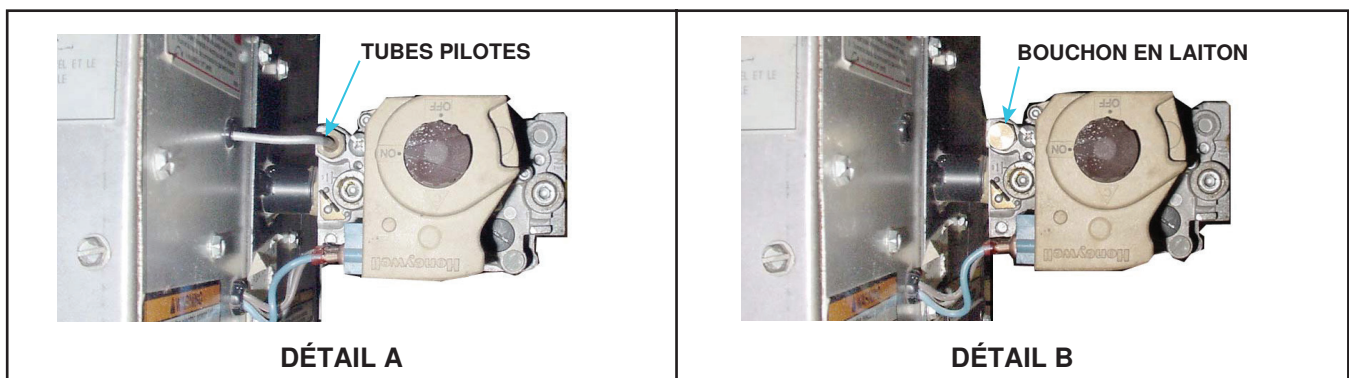

Figure 54. Enlèvement du tube pilote
- a. Desserrez le tuyau pilote au niveau de la vanne à gaz et coupez le raccord (voir Figure 54, DÉTAIL A).
- b. Installez un bouchon en laiton dans la sortie (voir Figure 54, DÉTAIL B).